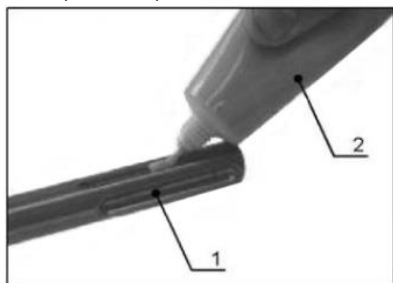

Рис. 2
1. Почистете стеблото на накрайника (поз. 1, рис. 2) и леко го смажете с консистентна смазка (поз. 2, рис. 2).